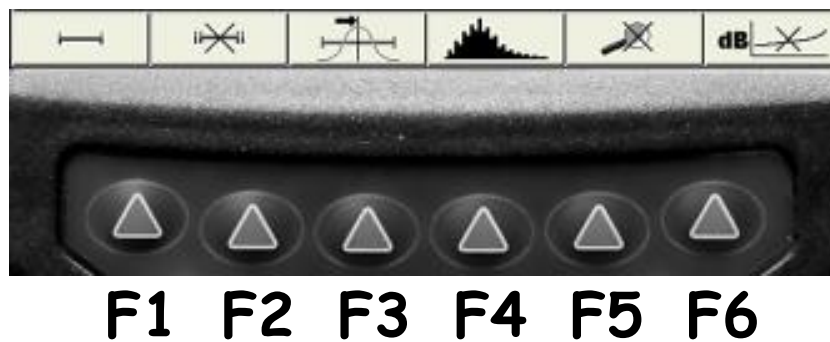

Рисунок 6
**П р и м е ч а н и е** - Далее по тексту используется условная нумерация от 1 до 6 слева направо окон пиктограмм и соответствующих им функциональных клавиш (рисунок 6).